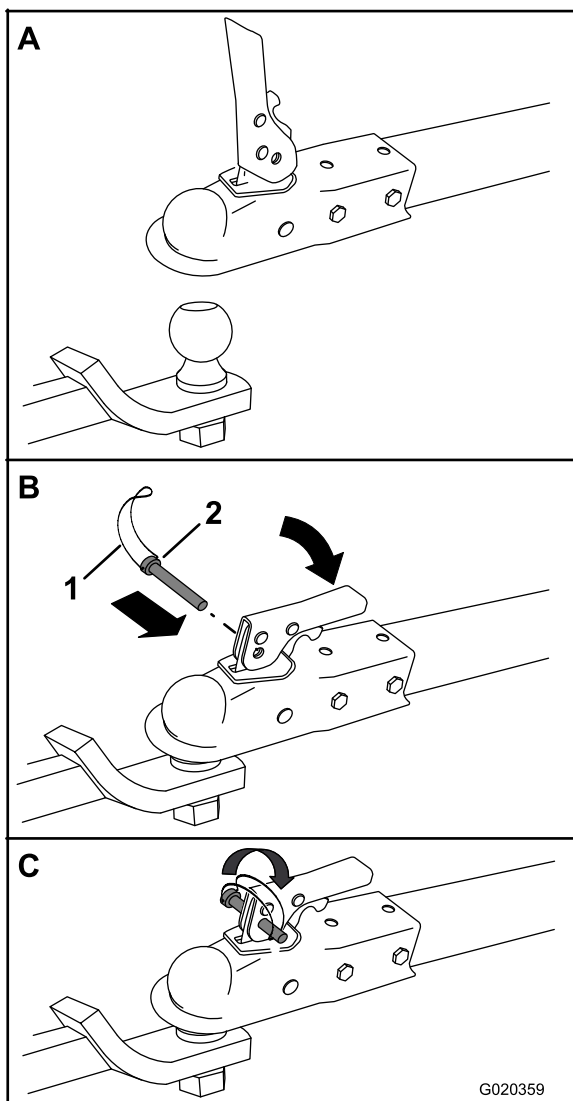

Figura 17
2. Abra la palanca del acoplamiento (Figura 17).
3. Posicione el acoplamiento sobre la bola de enganche (Figura 17).
4. Cierre la palanca del acoplamiento (Figura 17).
5. Abra el seguro del pasador de seguridad e introduzca el pasador a través del taladro del acoplamiento (Figura 17).
6. Gire el extremo libre del seguro sobre el extremo del pasador de seguridad que sobresale del acoplamiento (Figura 17).